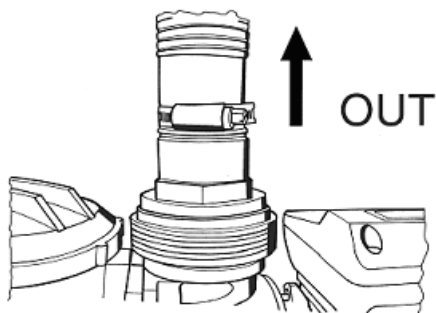
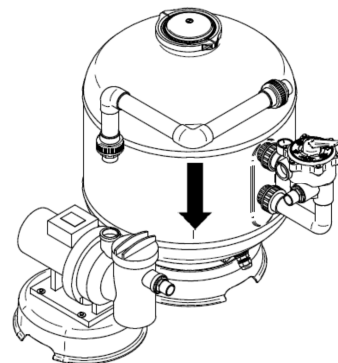
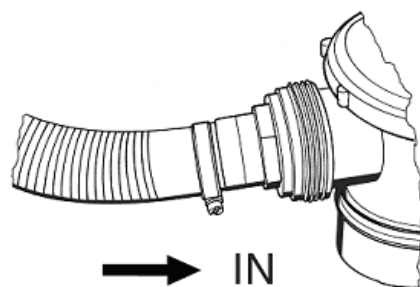
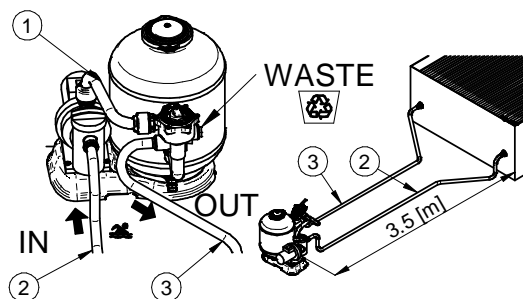

Fig. 27
Fig. 28
Fig. 29
Fig. 30
1. **Druckanschluß** (Fig. 30, # 1): verbinden Sie die *Filterpumpe* (*auslass* Fig. 27, OUT) zum *multifunktionelles ventil (PUMP)* mit den gewölbten Rohren oder dem steifen Anschluß (Fig. 28).
2. **Skimmerleitung** (Fig. 30, # 2): Verbindung vom *skimmeranschluss* zum vorderen Anschluss an der *Filterpumpe* (*ansaugung* Fig. 29, IN).
3. **Retourleitung** (Fig. 30, # 3): Verbindung vom Anschluss am 4- bzw. 6-Wege-multifunktionelles ventil mit der Bezeichnung **RETURN/POOL**, zum Anschluss an der Einströmdüse des *Schwimmbekens*. Fixieren Sie alle Anschlüsse mit Schlauchklemmen (*hydraulikkomponenten*).
4. **Rückspüleleitung** (Fig. 30, # 4): zu benutzen bei Rückspülfunktion (**BACKWASH**), wobei das schmutzige Wasser in einen Kanal geleitet wird. Die Anschlüsse erfolgen mit speziellen Schwimmbadschläuchen und Schlauchklemmen (*hydraulikkomponenten*).